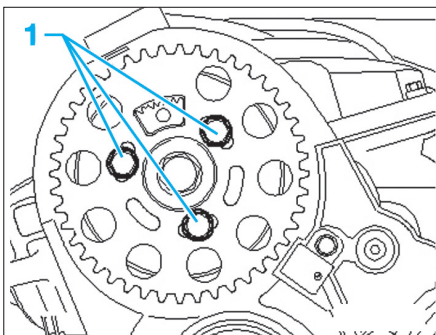

Fig. 30
- Dévisser les vis de fixation (1) (Fig.30) du pignon d'arbre à cames.